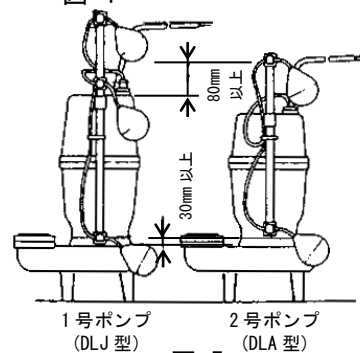

図 5
- 9) 自動交互形ポンプ(DLJ型)は、DLJ型とDLA型を組にしてはじめて自動交互運転が行われます。図5の通りにフロートの位置を設定してください。フロートの位置関係が狂いますと正常な動作をしなくなる場合があります。